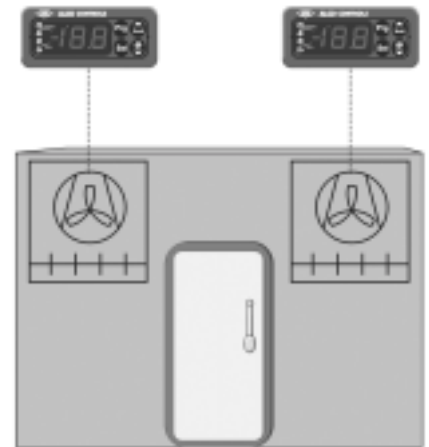
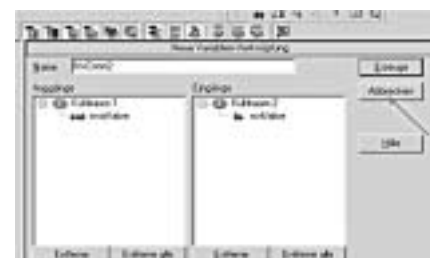

Bild 4: Kühlraumregler im Master-Slave Betrieb bei Kühlraum mit zwei Verdampfern
Bild 5: Kühlraumregler 1 wird durch ein Binding zum Thermostat-Master für beide Verdampfer
- Master-Slave Betrieb mehrerer Verdampfer im Kühlraum. In Kühlräumen, in welchen die Entfeuchtung gering gehalten werden soll, bietet sich eine Konfiguration bestehend aus zwei oder mehreren Verdampfern mit elektronischen Expansionsventilen an. Die Hauptfunktionen eines Kühlraumreglers liegen in der Temperatur- und Überhitzungsregelung, sowie in der Abtausteuern. In einem Kühlraum mit mehreren Verdampfern ist der Temperatursollwert, nämlich die einzuhaltende Lufttemperatur, für alle Verdampfer identisch. Es ist also anzustreben, dass einer der Kühlraumregler die Führung bei der Temperaturregelung übernimmt, während die Überhitzung für jeden Verdampfer individuell gemessen und geregelt wird. Eine Thermostat-Master-Slave Konfiguration (Bild 4) kann hierzu mit zwei Kühlstellenreglern EC2-311 durch ein Binding und das Setzen eines Parameterwertes realisiert werden. Dadurch wird dem Slave mitgeteilt, dass er seine eigene Thermostatfunktion abzuschalten hat, da ihm die entsprechenden Befehle vom Master über das Netzwerk vorgegeben werden (Bild 5). Alle weiteren Funktionen, wie die Überhitzungs- und Abtauregelung werden jedoch weiterhin autark von jedem Regler durchgeführt.